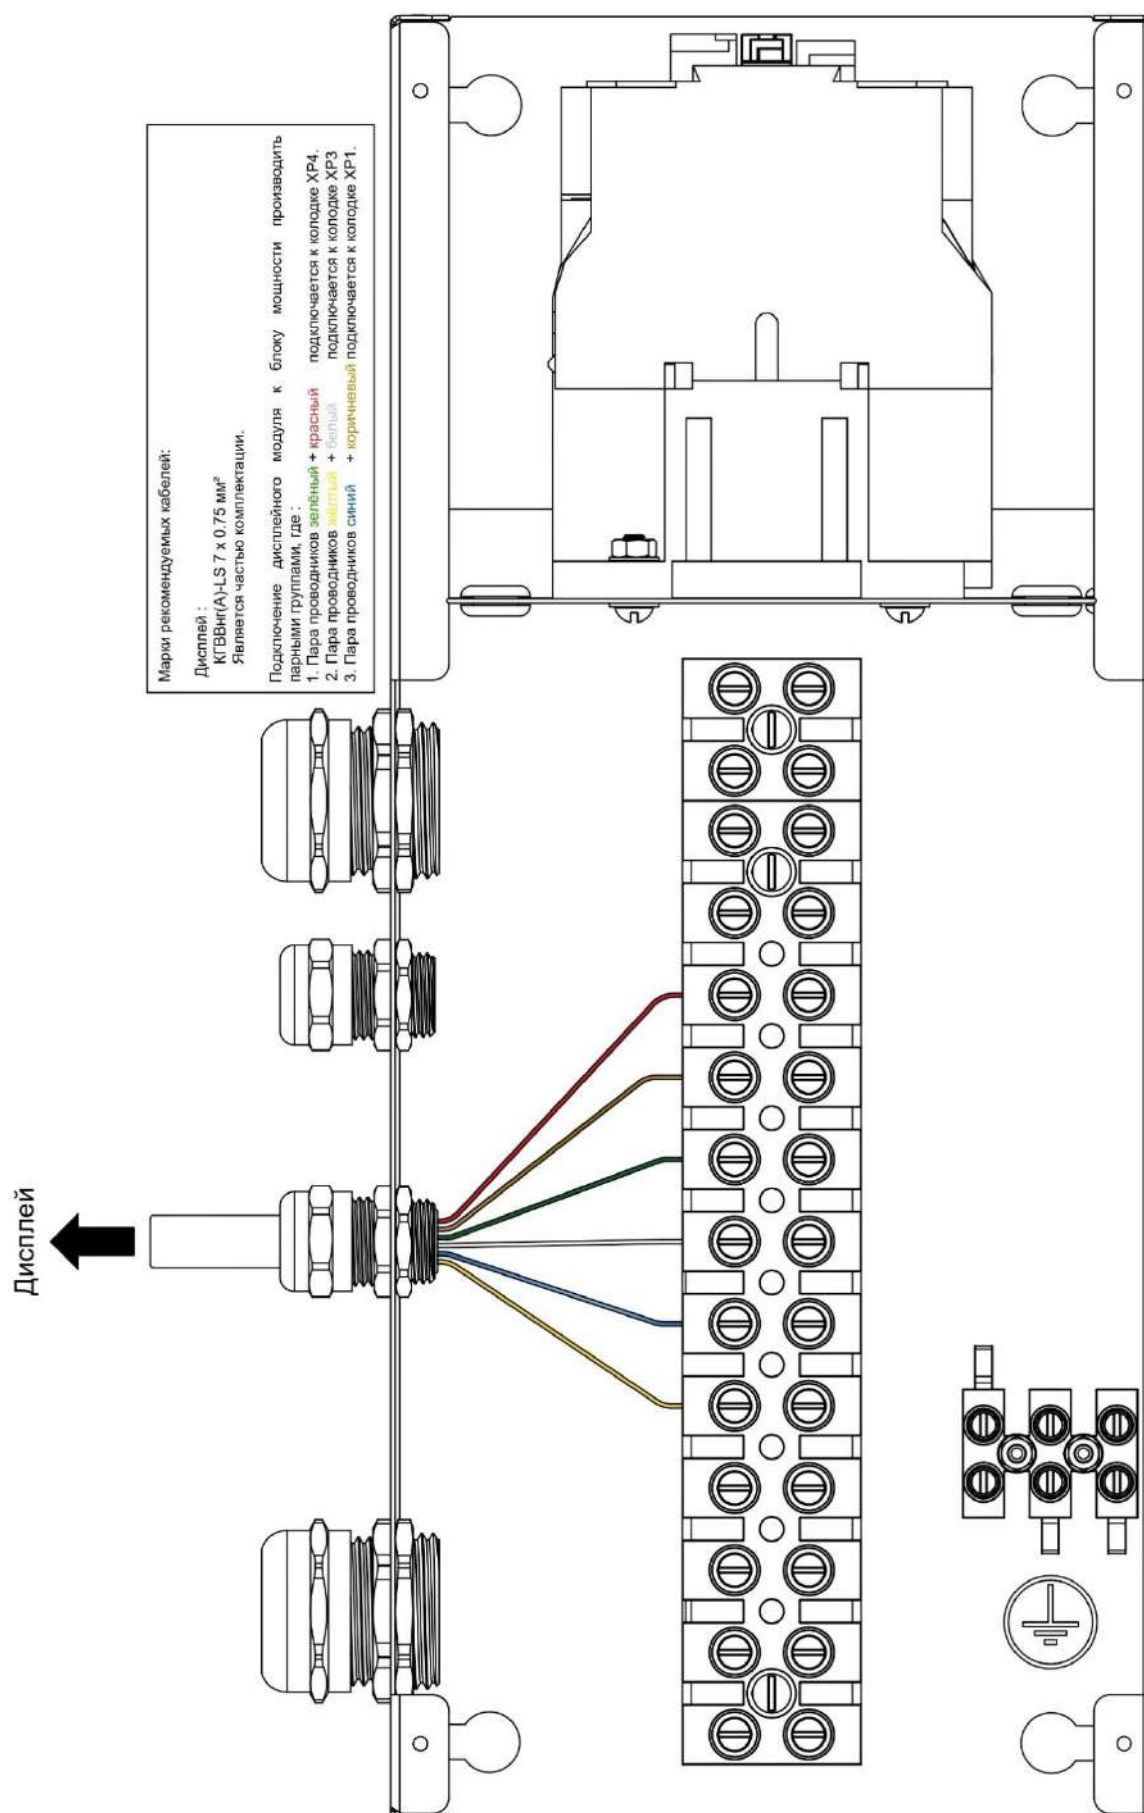
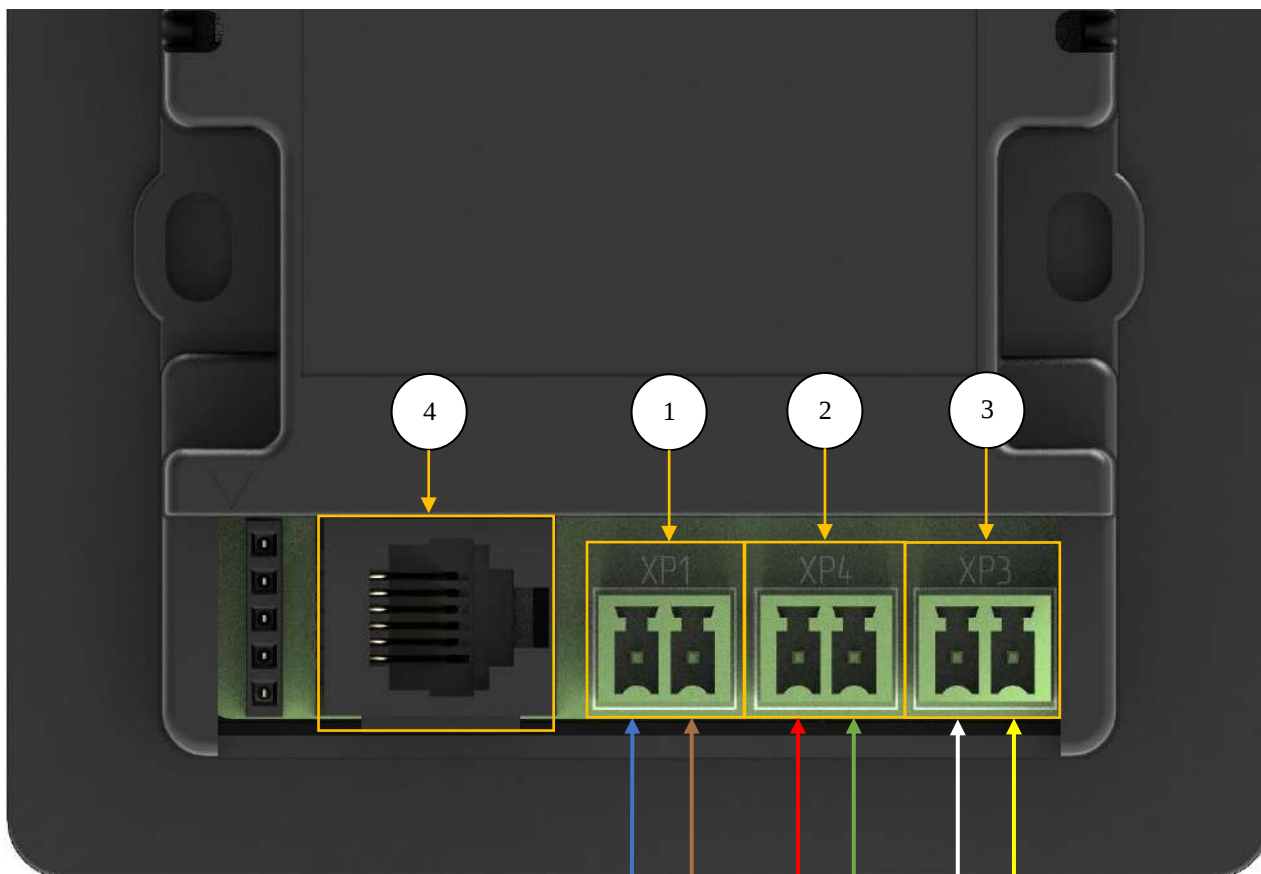

Рис. 26.: Схема подключаемых проводников.
Рис. 33.: Подключение дисплейного модуля к блоку мощности.
Рис. 26.: Схема подключаемых проводников. Дисплей.
Шаг 3. Произведите подключение провода к блоку питания / коммутации парными группами в соответствии с “Рис. 26.: Схемой подключаемых проводников. Дисплей”, а также в соответствии с Рис 33: Подключение дисплейного модуля к блоку мощности, где:
* При несоответствии цветовой маркировки парных групп соединительного провода, идущего в комплекте с устройством, руководствоваться логикой подключения, описанной в данном разделе, опираясь на Рис.: 26, Рис.: 33.